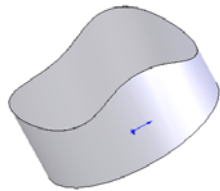

图 6-33 剪裁后的效果
5. 使用剪裁曲面工具,对曲面进行剪裁,得到实体切除效果,如图6-33所示。